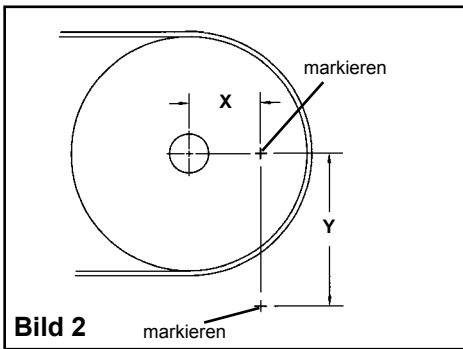

Bild 2
- 2. Markieren der Maße an der Förderbandkonstruktion.** Messen Sie waagrecht das Maß Y vom Mittelpunkt der Trommelachse und machen Sie eine Markierung. (Hinweis: Es kann einfacher sein, eine Wasserwaage auf die Trommelachse zu legen und eine waagrechte Linie anzuzeichnen. Von dieser Linie aus den halben Trommelachsendurchmesser nach unten messen und eine parallele Linie bis zur Trommelachse anzeichnen. Vom Maß X ziehen Sie den halben Trommeldurchmesser ab und markieren dieses Maß auf der Linie.) Von diesem Punkt aus messen Sie vertikal das Maß Y nach unten und setzen eine Markierung. Dieser Punkt zeigt die korrekte Position des Steckachsenmittelpunkts an (Bild 2). Auf der gegenüberliegenden Seite bestimmen Sie die Steckachsenposition auf dieselbe Weise.